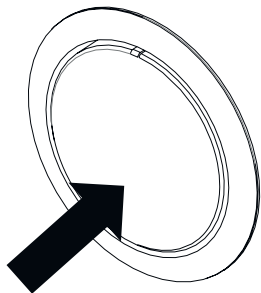

Fig. 15: Desligar função de destaque
- Quando a cozedura findar, coloque o interruptor na posição desligado (topo) e pressione (Fig. 15).